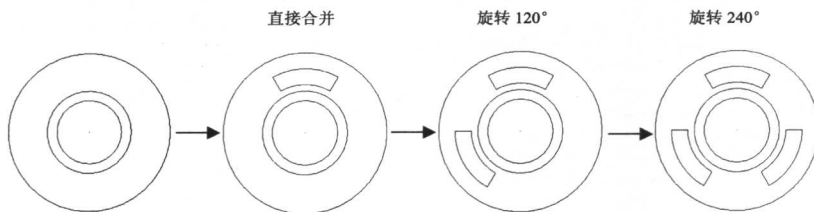

图 1-15 例 1-1 文件合并流程
(3) 选择 File | File Merge/Pattern 命令, 在打开的对话框中再次选择文件“文件合并 2.MCX”。在文件合并工具栏中的按钮后输入 120, 系统将“文件合并 2.MCX”中的图形对象旋转 120° 后进行合并。
(4) 按照第(3)步的方法, 将“文件合并 2.MCX”中的图形对象旋转 240° 后进行合并, 最终得到需要的图形。整个过程如图 1-15 所示。